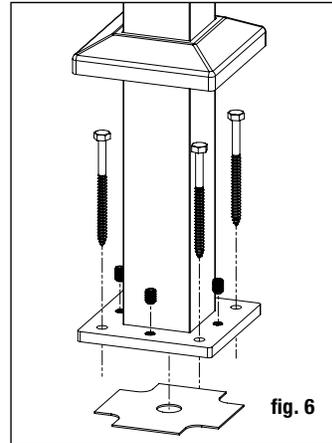

fig. 6
Paso 4 Vuelva a colocar el conjunto del poste con la placa niveladora colocada entre el piso de la terraza y la base del poste, y alineada con los orificios taladrados. Inserte los sujetadores del poste (**NO INCLUIDOS**) y apriételes parcialmente. Use un nivel para ajustar los tornillos niveladores con una llave Allen de 4.8 mm (3/16 pulg) hasta que el poste esté totalmente vertical. Apriete por completo los sujetadores del poste para fijar la base a la estructura de la terraza. *Nota: Se recomienda el uso de tornillos tirafondo de 7.9 mm x 10.2 cm (5/16 x 4 pulg.) o más largos (fig. 6).*